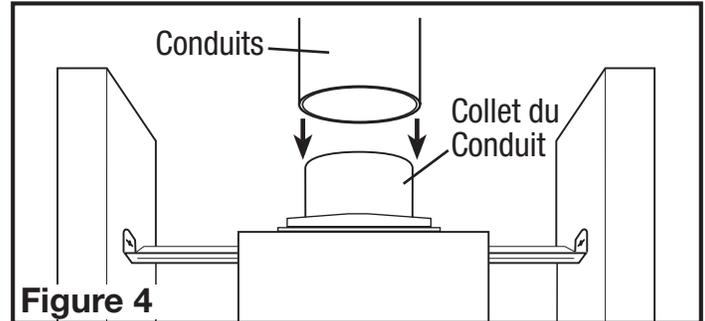

Figure 4
**NOTE:** UN CONDUIT PLUS RIGIDE DE 4 PO (LS) OU 6 PO (LS6, LS6H) OU PLUS EST RECOMMANDÉ POUR UNE MEILLEURE PERFORMANCE.
- Branchez la canalisation de grandeur appropriée (AKLS – circulaire de 4", AKLS6, AKLS6H – circulaire de 6") au collet du conduit du ventilateur (Figure 4). Fixez en place avec du ruban adhésif ou d'une pince à vis. Toujours évacuer le ventilateur à l'extérieur à travers le mur ou un chapeau de toiture. Il est recommandé que les raccords d'extrémité basse de restriction sont utilisées.